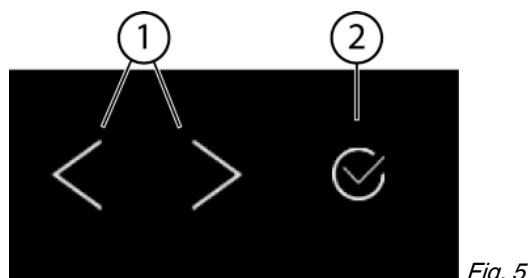
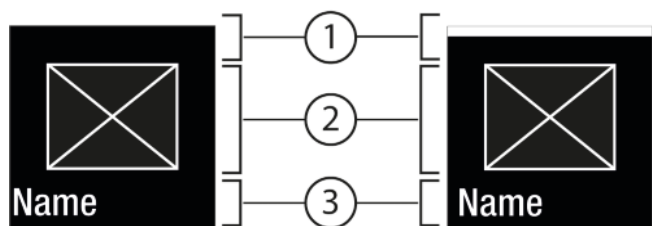
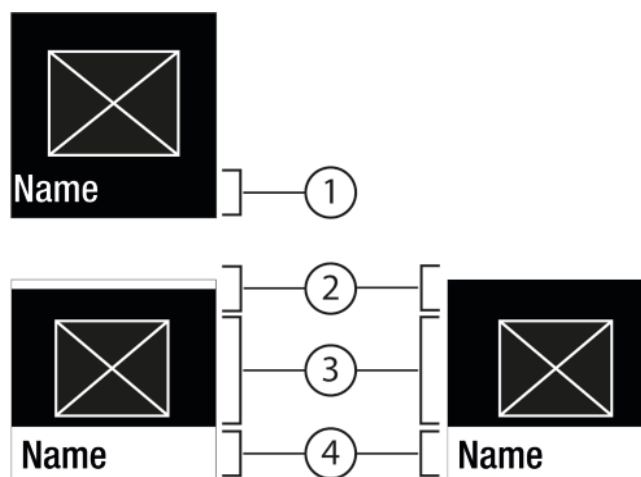

Fig. 5
Fig. 6
Fig. 7
- (1) Freccia di navigazione sinistra / destra (2) Conferma
Freccia di navigazione sinistra / destra Fig. 5 (1):
Conferma Fig. 5 (2):
- Navigare con la freccia di navigazione sinistra / destra Fig. 5 (1).
- Con Conferma Fig. 5 (2) attivare / disattivare la funzione Fig. 6 (1) / impostazione Fig. 6 (1).
- Con Conferma Fig. 5 (2) richiamare il sottomenu Fig. 7 (4).
- Impostare un valore nuovo: Con Conferma Fig. 5 (2) selezionare un valore disattivato Fig. 6 (1).
- Ritorno al menu: Con Conferma Fig. 5 (2) selezionare un valore già attivato Fig. 6 (2).
- Premere le frecce di navigazione *Fig. 5 (1)* fino a visualizzare la .
- Premere Conferma *Fig. 5 (2)*.
- Premere le frecce di navigazione *Fig. 5 (1)* fino a visualizzare la funzione.
- Selezionare il valore di impostazione con le frecce di navigazione *Fig. 5 (1)*.
- ▷ Stato: attivato *Fig. 6 (1)* è visualizzato brevemente nel sottomenu *Fig. 7 (4)*.
- Premere le frecce di navigazione *Fig. 5 (1)* fino a visualizzare Impostazioni .
- Premere le frecce di navigazione *Fig. 5 (1)* fino a visualizzare l'impostazione desiderata.
- Premere Conferma *Fig. 5 (2)* per 3 secondi.